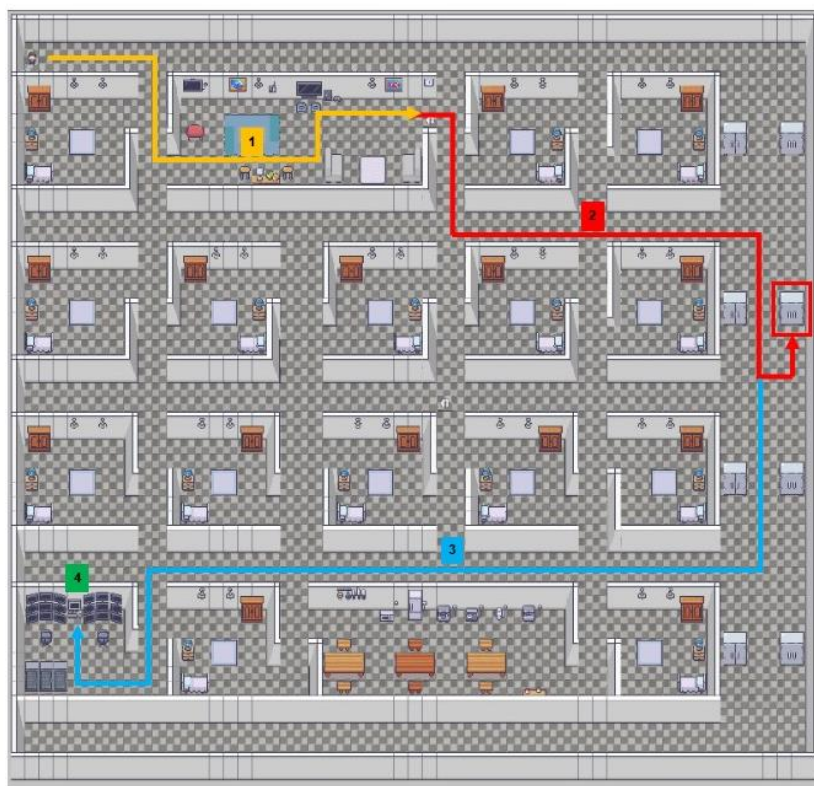

Figura 1 - Passos dos desafios.
Cada desafio pode ser resumido em quatro passos, mostrados na Figura 1:
2. Pegar componentes – Com o desafio definido, o jogador deve escolher (com auxílio das informações da seção 3), se necessário, os componentes que serão usados na solução IoT no armário. Todos os componentes estão em APENAS um armário, que está realçado na Figura 1;